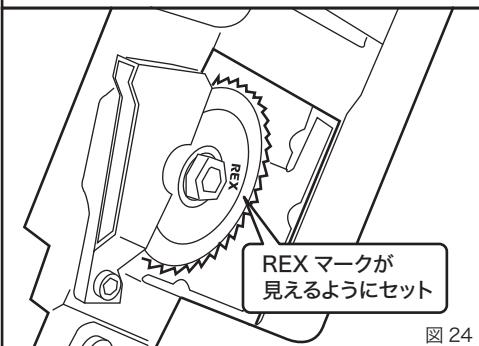

図 24
- ④刃物の取付け方向は REX マーク及び文字が刻印されている面を表に向けて取り付けてください。(図 24)
- ⑤刃物の交換が終わったら、必ずカバーを取り付け、止めねじをしっかりと取り付けてください。